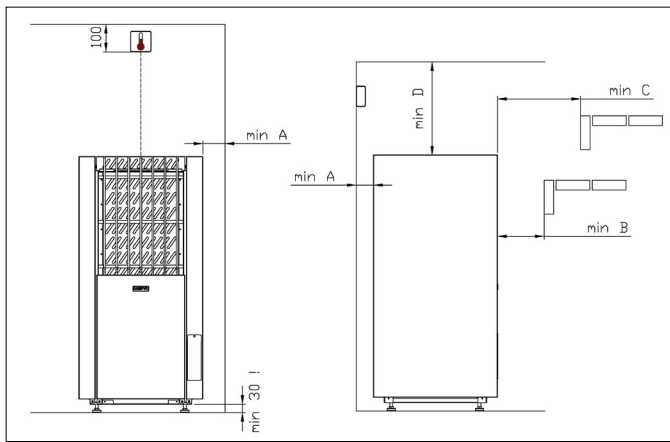

Abb. 1. Sicherheitsabstände des Saunaofens
**) Siehe Abbildung 1
- Beim Aufstellen des Saunaofens müssen die Sicherheitsabstände eingehalten werden. (Abb. 1)